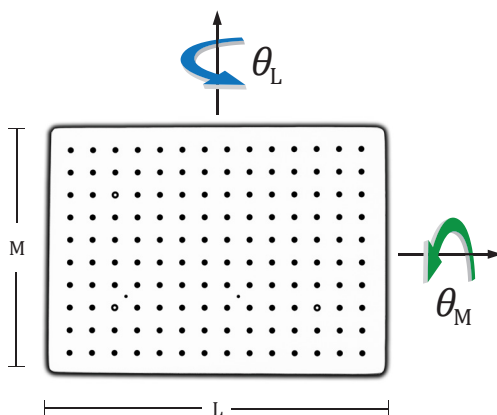

图7:标定板网格和旋转示意图
4. 使用提供的标定板，并对VIC-EDU系统进行完整的标定。一个典型的标定板如图7所示。在你的报告中包括以下内容。